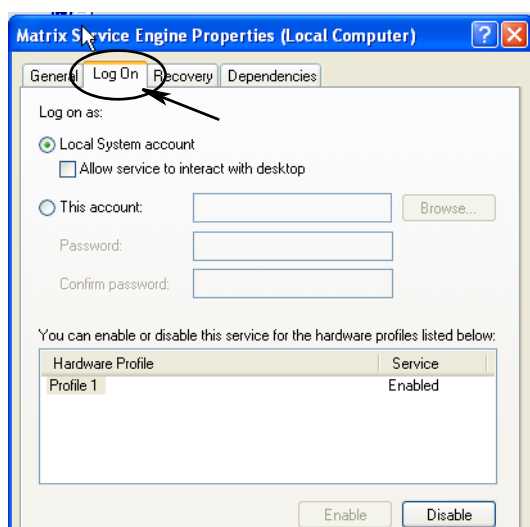

FIG. 57
e. Sélectionnez l'onglet Connexion (Log On) (FIG. 57).